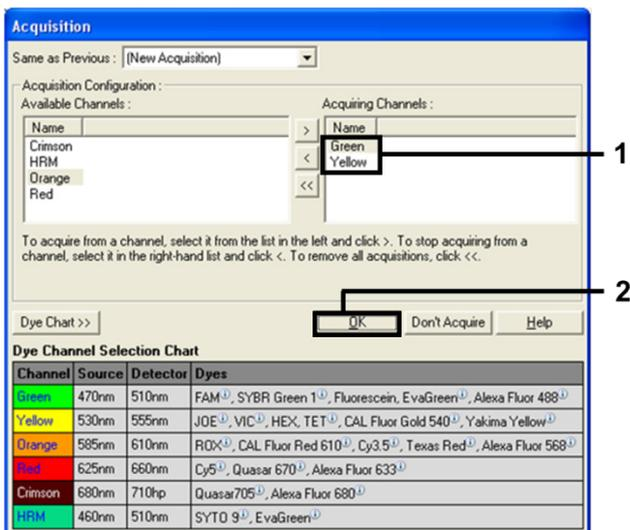

Figura 8. Adquirindo na etapa de ciclagem a 60 °C.
10. Selecione Green e Yellow na lista Available Channels (Canais disponíveis) e, em seguida, clique em > para transferi-los para a lista Acquiring Channels (Canais de aquisição). Clique em OK (Figura 8).